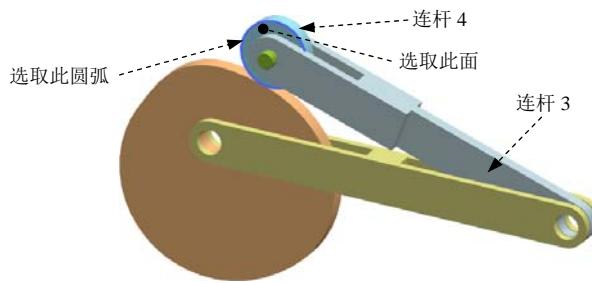

图 6.5.4 定义旋转副
(1) 选择下拉菜单 **插入(S)** → **运动副(I)...** 命令，系统弹出“运动副”对话框；在“运动副”对话框 **定义** 选项卡的 **类型** 下拉列表中选择 **旋转副** 选项；选取图 6.5.4 所示的连杆 3 为参考连杆；在“运动副”对话框 **操作** 区域的 **指定原点** 下拉列表中选取“圆弧中心”**○** 选项，在模型中选取图 6.5.4 所示的圆弧边线为原点参考；在 **操作** 区域的 **方位类型** 下拉列表中选择 **矢量** 选项，在模型中选取图 6.5.4 所示的曲面为矢量参考。
(2) 在“运动副”对话框 **基本** 区域中选中 **啮合连杆** 复选框；单击 **基本** 区域中的 **\*选择连杆(O)** 按钮，选取图 6.5.4 所示的连杆 4 为啮合连杆；在 **基本** 区域的 **指定原点** 下拉列表中选取“圆弧中心”**○** 选项，在模型中选取图 6.5.4 所示的圆弧边线为原点参考；在 **基本** 区域的 **方位类型** 下拉列表中选择 **矢量** 选项，在模型中选取图 6.5.4 所示的曲面为矢量参考。
(3) 单击 **确定** 按钮，完成旋转副的创建。